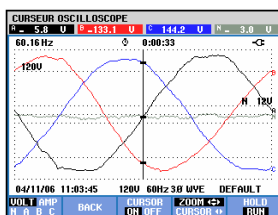

Figure 19-3. Forme d'onde, curseur et zoom activés
- Appuyez sur F4 pour transformer les touches de direction en zoom (voir figure 19.3). Vous pouvez à présent employer les flèches gauche et droite pour agrandir ou réduire les formes d'onde horizontalement. Utilisez les flèches haut et bas pour effectuer la même opération verticalement. Si le curseur est activé, le zoom horizontal s'opère de façon symétrique autour du curseur. Dans le cas contraire, le zoom horizontal démarre au centre de l'écran. Le zoom vertical s'opère également à partir du centre de l'écran.